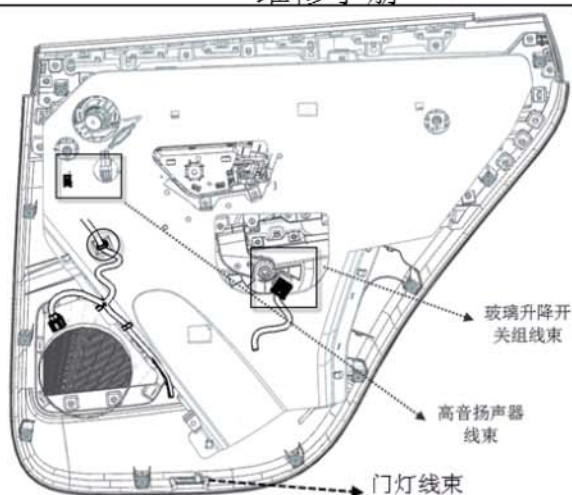

图 9-1-5 线束分支接插件位置示意图
(5) 如图 9-1-5，分别按住高音扬声器、玻璃升降开关组、门灯接插件上的卡脚，同时用力向外把线束接插件拔下，再将各线束分支在门板背面固定的卡扣从门板上拔出。